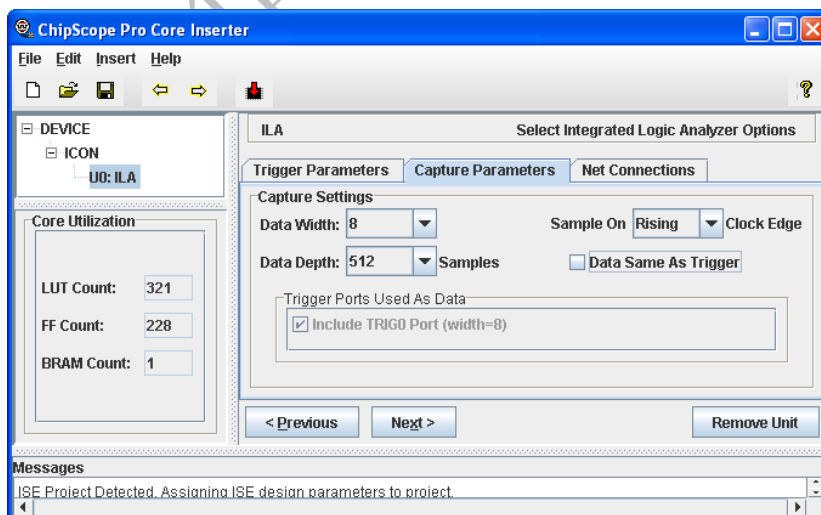

图 2.96 Capture Parameters 设置窗口
(4) Capture Parameters 窗口用来设置捕获信号时候的一些参数，如图2.96所示。